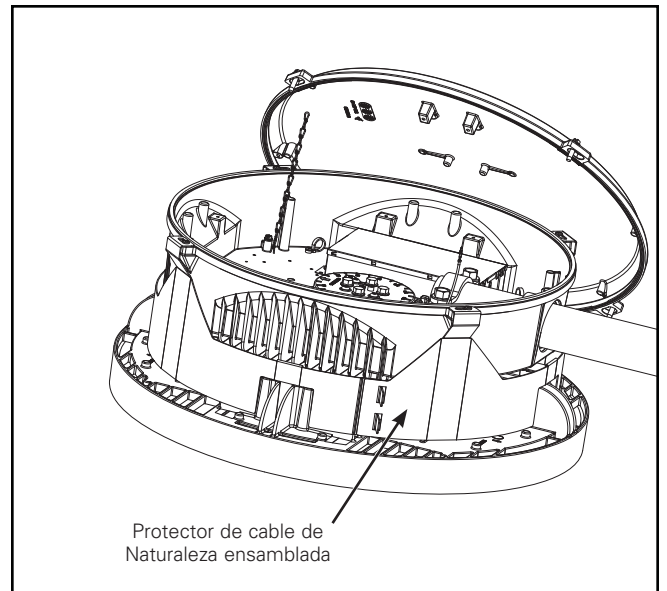

Figura 9.
3. El protector de cables de naturaleza se proporciona en dos piezas, etiquetadas como A y B (Figura 9). Deslice el Protector de cables de Naturaleza A, las pestañas superiores (2x), sobre las dos ubicaciones de montaje de las ubicaciones de montaje del cobertor de la cubierta. Alinee con cuidado los recortes en el protector de cable de naturaleza sobre las aletas de la cubierta del led e instale los dos tornillos de 10-24 X 3/8 "para sostener el primer protector. Apriete a 20 en libras.